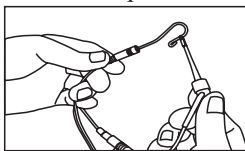

Imagen 3
d) Haga que el gancho labial toque el cable doblado del clip de lima [como se muestra en la imagen 3] para confirmar que todas las barras de instrucciones se muestran en la pantalla LCD y la pantalla muestra el '-3' digital. De lo contrario, significa que clip de lima o el cable de medición está dañado, por lo que debe ser reemplazado.